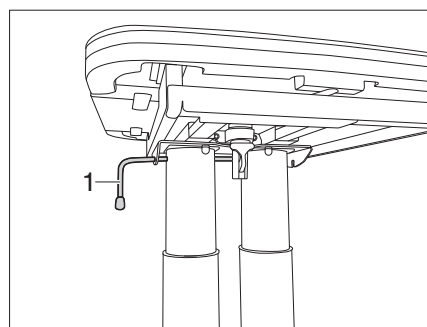

Fig. 111 Bloccaggio del tavolo
- Ruotare la leva di serraggio (Fig. 111,1) in senso antiorario. Il bloccaggio è aperto.
- Ruotare la leva di serraggio (Fig. 111,1) in senso orario. Il tavolo di sollevamento è bloccato.